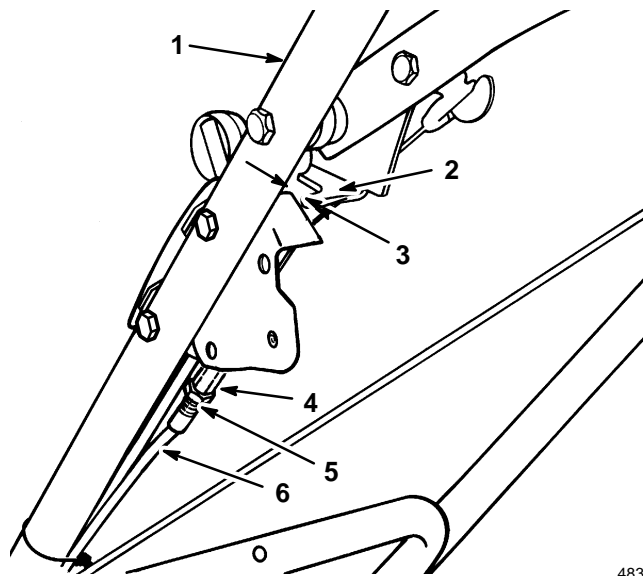

Figure 28
**Modelo de empuje manual (Fig. 28)**